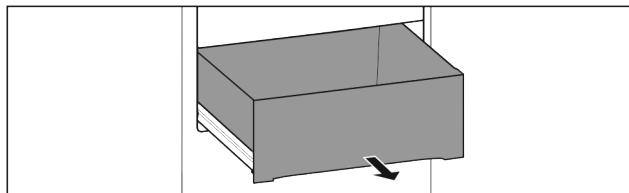

Fig. 13
- Висувний ящик повністю витягнуто (див. Fig. 13).